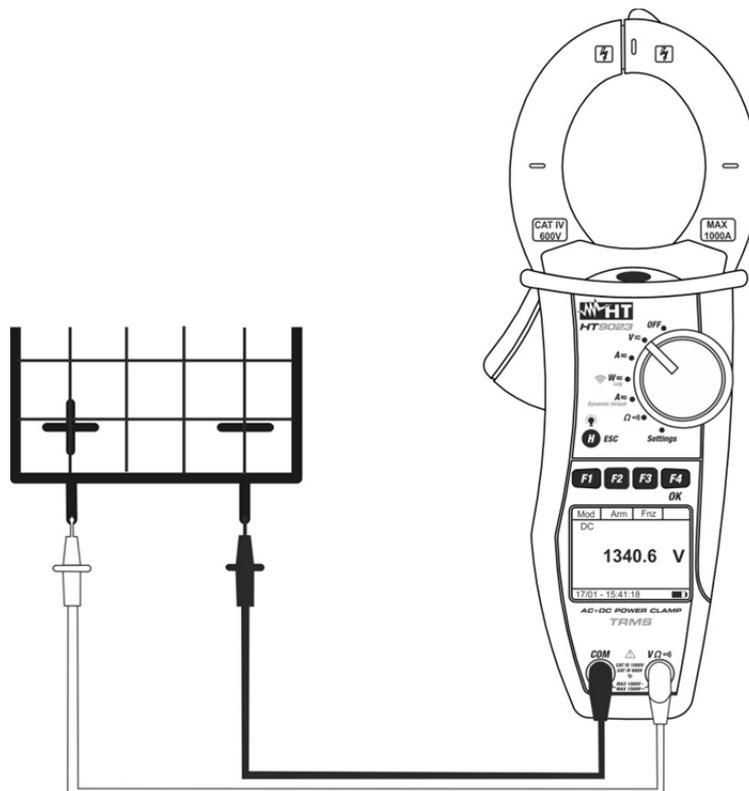

Fig. 5: Medição de Tensão CC
4. Inserir o cabo vermelho no terminal de entrada **VΩ·))** e o cabo preto no terminal de entrada **COM** e colocar as ponteiros nos pontos pretendidos do circuito em exame (ver Fig. 5)